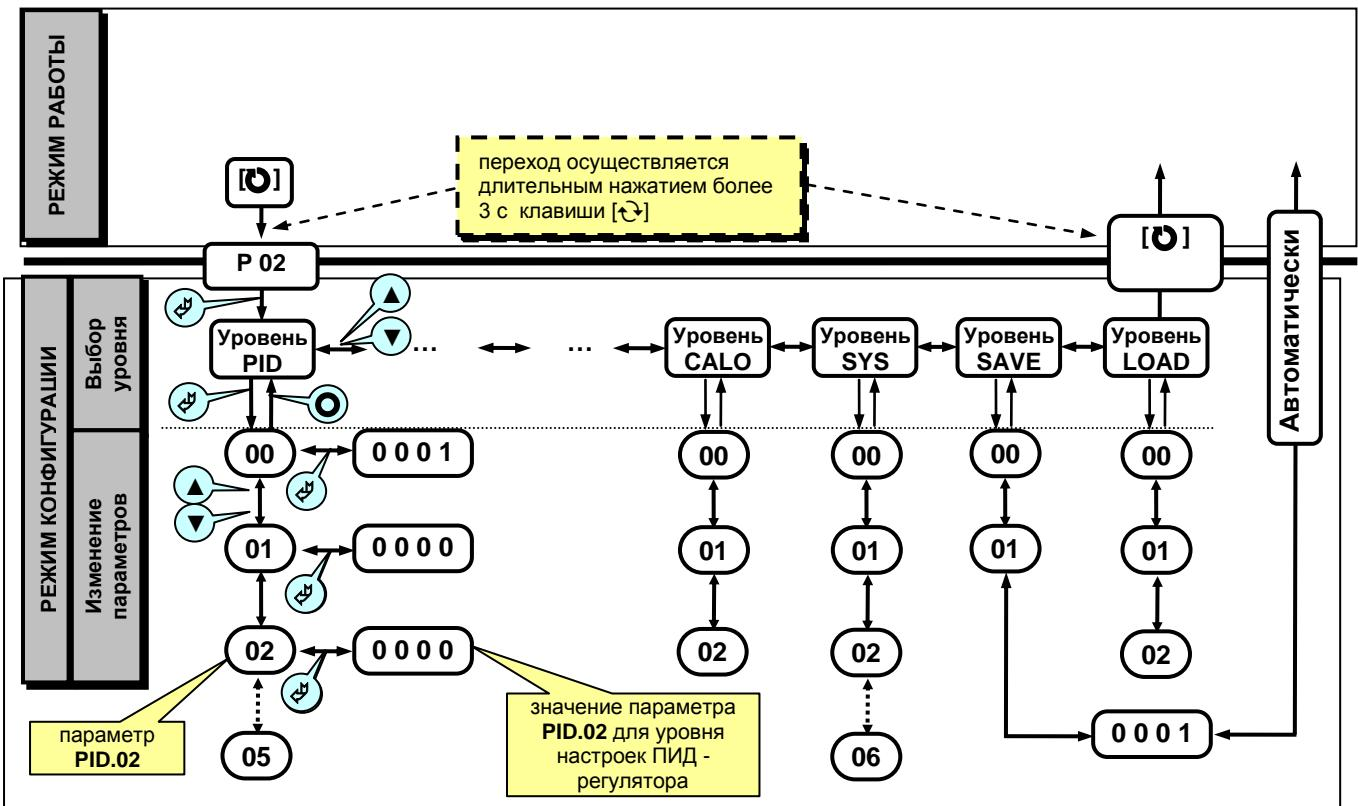

Рисунок 4.7.2 - Диаграмма режима конфигурации и настроек.
• Параметры разделены по группам, каждая из которых называется "уровень". Каждое заданное значение (элемент настройки) в этих уровнях называется "параметром". Параметры, используемые в регуляторе МИК-122, сгруппированы в следующие 24 уровня и представлены на диаграмме – см. рисунок 4.7.2. Индикация значения параметров конфигурации и их номеров указаны на рисунке 4.7.1.